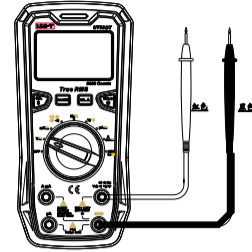

图2
1. 直流电压与交流电压测量(见图2)
2. 电路通断测量(见图2)
3. 电阻测量 (如图2)：
4. 二极管测量(见图2)
5. 电容测量 (见图2)
6. 频率测量(见图2)
7. 占空比测量(见图2)